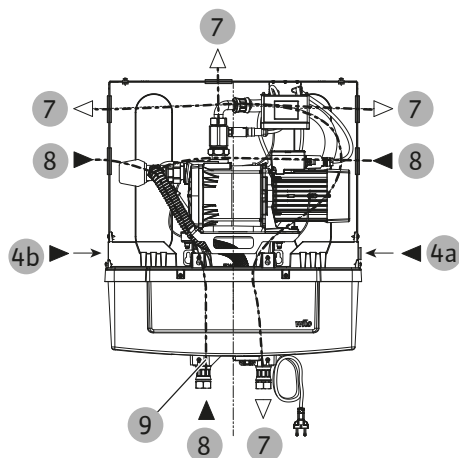

Fig. 14: Hydraulická připojení
- Připojení pro vedení užitkové vody (G 1" převlečná matice) (Fig. 14, poz. 7).
- Potrubí s vodou z kohoutku (G 3/4") (Fig. 14, poz. 4 nebo kapitola Otočení přípojky vody z kohoutku [► 24] poz. 4a nebo 4b)
V každém případě je doporučeno připojení uzavírací armatury pomocí flexibilní hadice. Připojení k doplňovacímu ventilu (Fig. 14, poz. 4) by mělo být zajištěno pomocí plochého těsnění a převlečné matice.
- Sací vedení z cisterny (G 1" převlečná matice) (Fig. 14, poz. 8)
- Při malých netěsnostech propojte přípojku přepadu (Fig. 14, poz. 9) s hadicí přepadu (zajistí zákazník, vnitřní průměr Ø 19–21 mm) (Fig. 2, poz. 29)
Přívod vody z kohoutku (Fig. 1, poz. 4) je standardně nainstalován na pravé straně (Fig. 14, poz. 4a) doplňovací nádrže. Pro usnadnění instalace je možná změna na levou stranu (Fig. 14, poz. 4b).